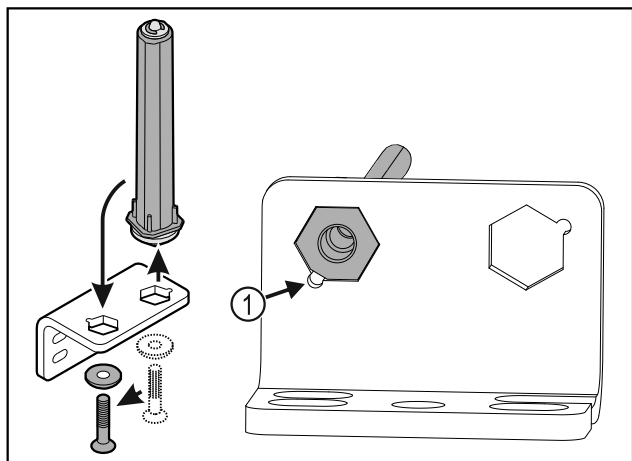

Fig. 32
- ▶ Zwrócić uwagę, aby podczas wkładania ścięcie sworznia Fig. 32 (1) było skierowane na okrągły otwór.